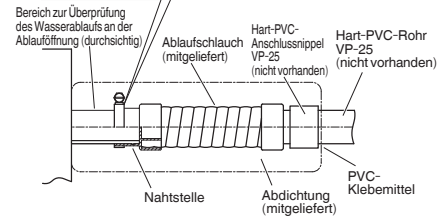

Abb. 3-42
- Ein Standard-Hart-PVC-Rohr (Außendurchmesser: 32 mm) als Abableitung zusammen mit dem mitgelieferten Ablaufschlauch und der Schlauchschelle verwenden, um Leckwasser zu vermeiden. Das PVC-Rohr muss separat gekauft werden. Der transparente Ablaufteil an der Einheit gestattet die Kontrolle des Ablaufs. (Abb. 3-42)
- Die Schlauchschellen so festziehen, dass die Sicherungsmuttern nach oben weisen. (Abb. 3-42)